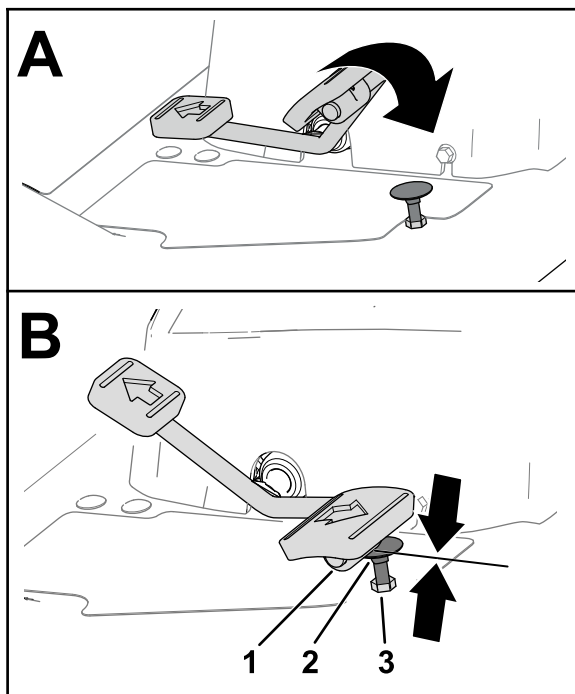
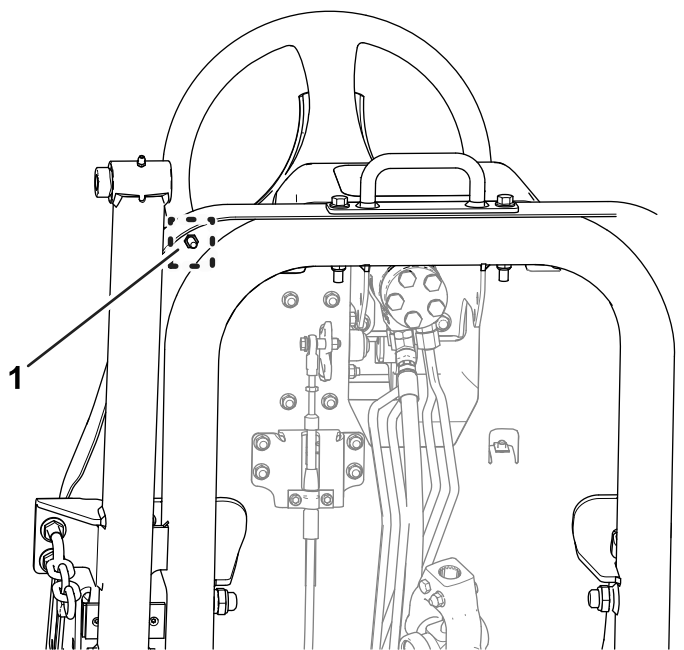

Рисунок 77
Рисунок 78
1. Переведите педаль управления тягой до упора вперед (Рисунок 77).
- A. Удерживайте упор педали управления тягой (Рисунок 77) ключом.
- B. Ослабьте контргайку в нижней части подножной пластины (Рисунок 78).
- C. Переместите педаль управления тягой в максимальное положение вперед (Рисунок 77).
- D. Удерживая упор педали управления тягой, отрегулируйте контргайку, расположенную над подножной пластиной (Рисунок 77), так, чтобы педаль управления тягой касалась упора.
- F. Удерживая упор педали управления тягой, затяните контргайку в нижней части подножной пластины (Рисунок 77 и Рисунок 78) с моментом от 37 до 45 Н·м.